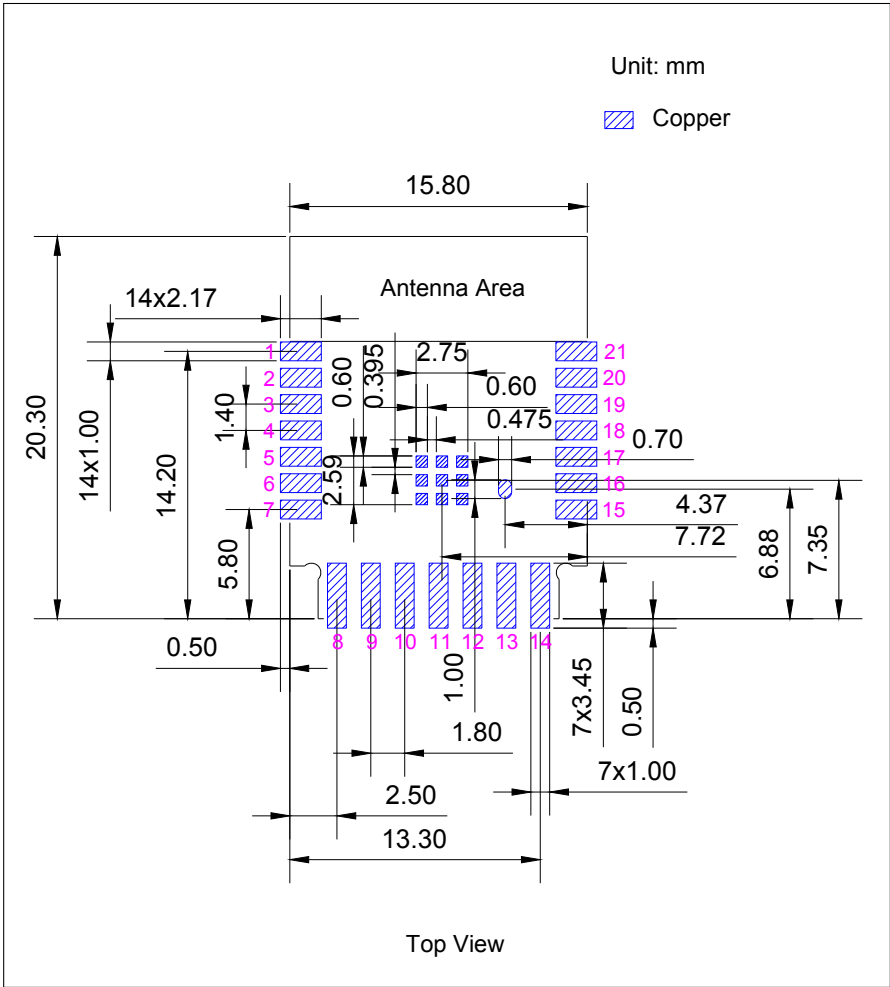
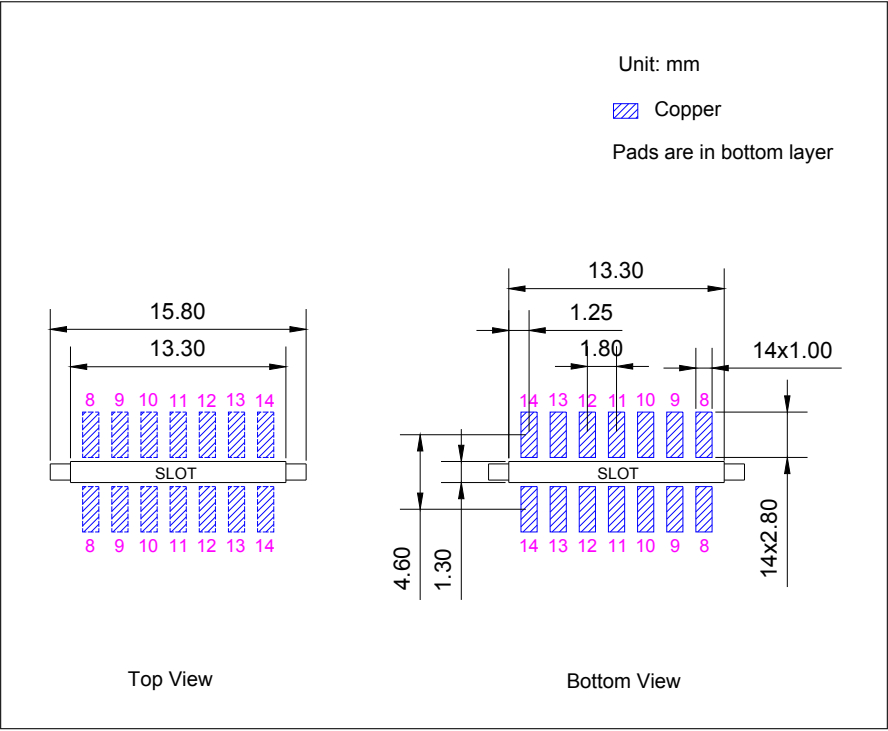

图 11-1. 模组表面贴装推荐 PCB 封装图形
图 11-2. 模组竖插装推荐 PCB 封装图形
- 推荐 PCB 封装图，标有 PCB 设计所需的全部尺寸。详见图 11-1 模组表面贴装推荐 PCB 封装图形 和图 11-2 模组竖插装推荐 PCB 封装图形。
- 推荐 PCB 封装图的源文件，用于测量图 11-1 和图 11-2 中未标注的尺寸。您可用 Autodesk Viewer 查看 ESP8685-WROOM-06 的封装图源文件。